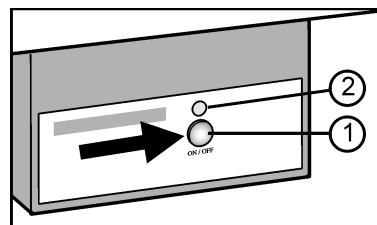

Fig. 15
- ▶ Appuyer sur la touche On/Off *Fig. 15 (1)* afin que la DEL *Fig. 15 (2)* s'allume.